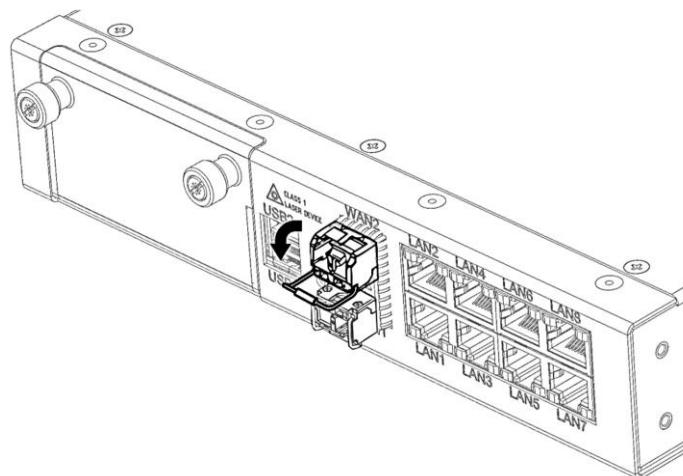

Рисунок 42 – Разблокирование удерживающей защелки
- разблокируйте удерживающую защелку, откинув рукоятку трансивера (рисунок 42);